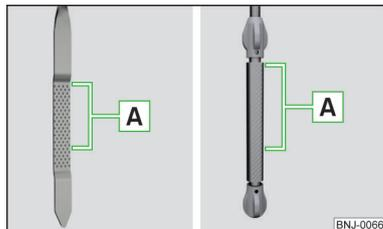

Fig. 170
O nível do óleo poderá situar-se na zona **A** » Fig. 170. Se o nível de óleo estiver por baixo da zona **A**, reabastecer óleo.
- O nível de óleo nunca deve estar fora da zona **A** » Fig. 170 - existe o perigo de danificar o motor bem como o sistema de escape.